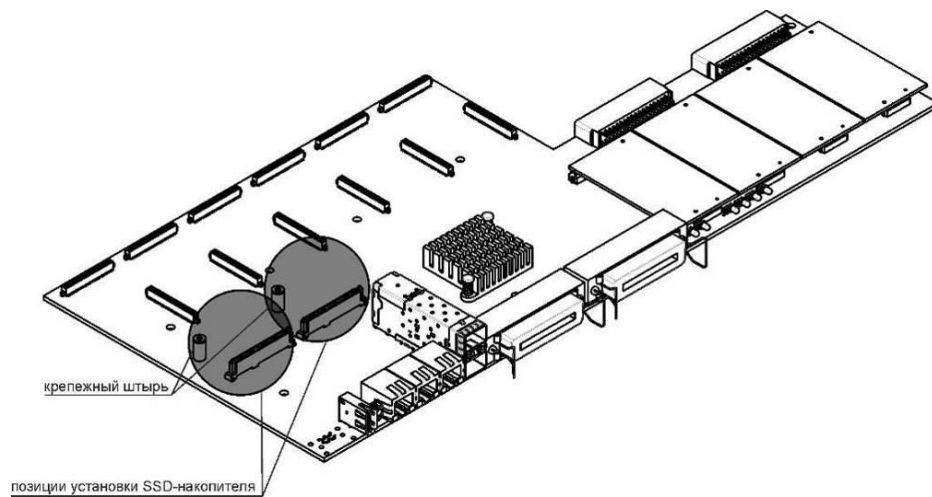
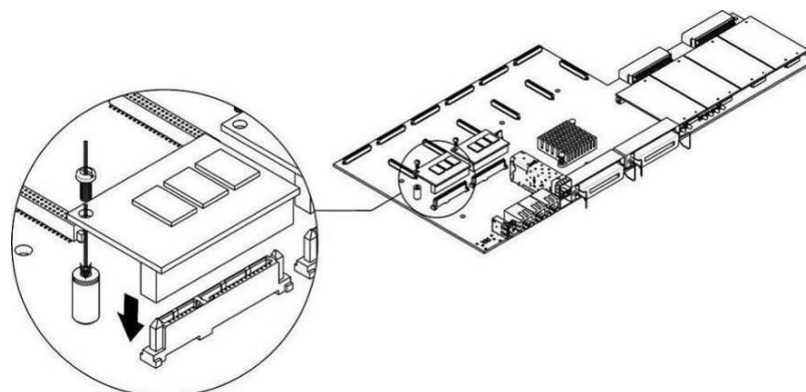

Рисунок 22 – Установка SSD-накопителя
Рисунок 23 – Монтаж SSD-накопителя
5. Если на плате устройства отсутствует крепежный штырь (см. Рисунок 22), необходимо использовать съемную стойку:
6. Установить накопитель в свободную позицию – всего доступно 2 позиции (см. Рисунок 22), и, если на плате присутствует крепежный штырь, закрепить винтом, Рисунок 23.